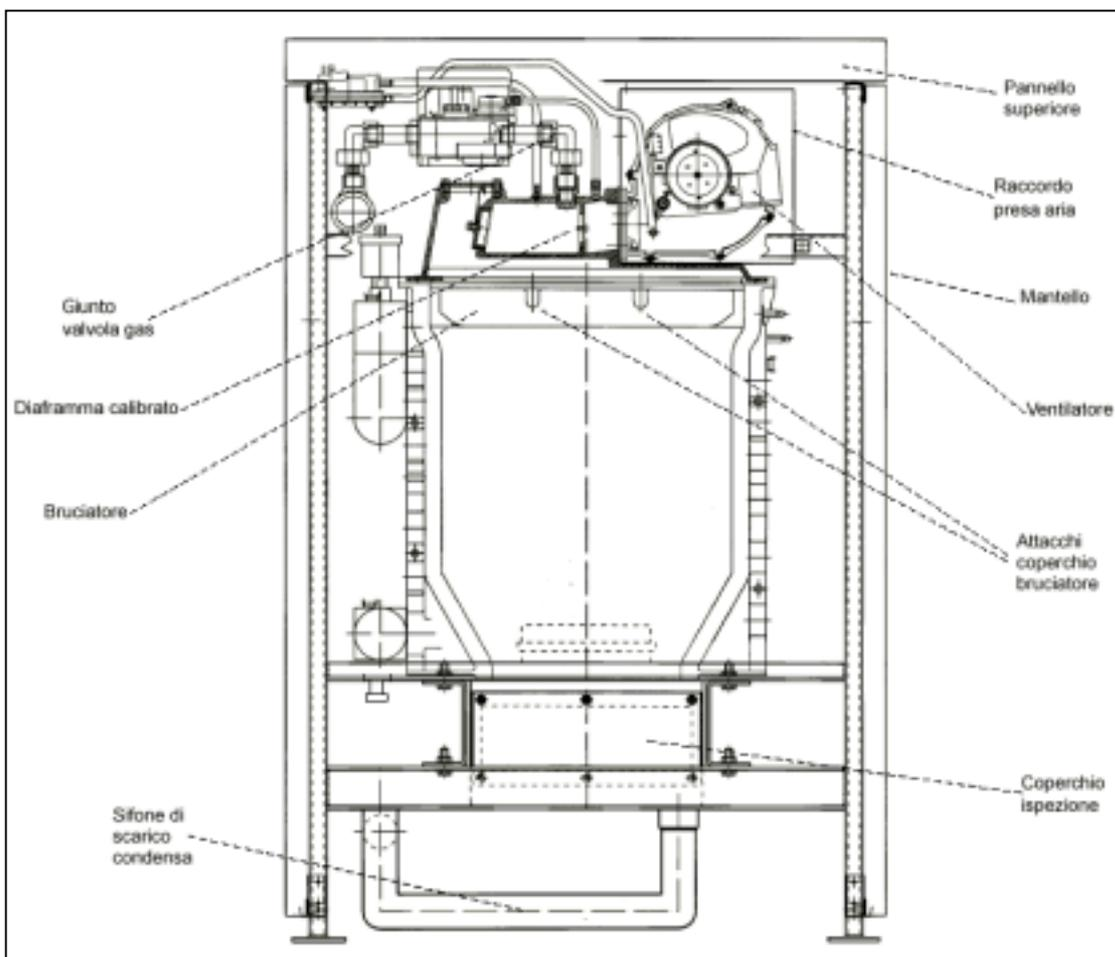

Figura 13 - Vista frontale per scopi di manutenzione
- rimuovere il coperchio d'ispezione (vedi figura 13)